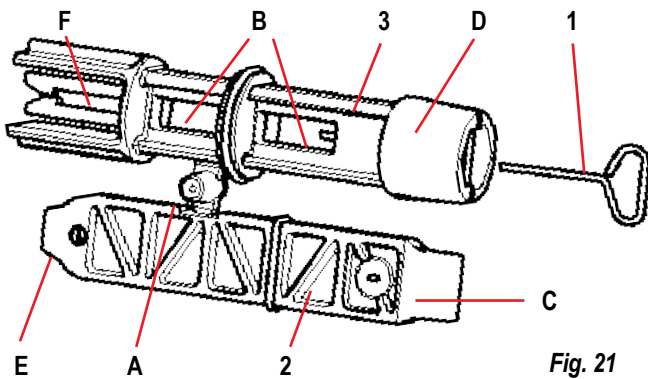

Fig. 21
1. Sexkantnyckel av metall (Fig. 21 - 1).
2. Platt nyckel av plast (Fig. 21 - 2).
3. Cylindrisk nyckel av plast (Fig. 21 - 3).
Nyckel 1 ska föras in i änden D på nyckel 3. Vid det första användningstillfället ska de två nycklarna av plast 2 och 3 som är sammanlänkade tas isär (Fig. 21 - A):